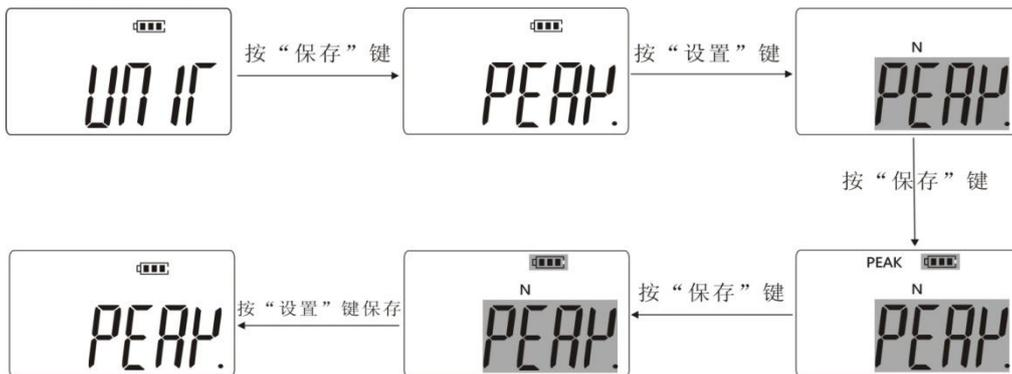

图7
3.2.2 *PEAK* (PEAK)峰值设置：上步操作完成后，按“保存”键选择“PEAK”，再按“设置”键进入峰值设置后按“保存”在“PEAK”（峰值模式）、无此字符显示（表示实时荷重值模式）二种模式之间相互切换，选择所需模式，再按“设置”键保存，如图7所示：